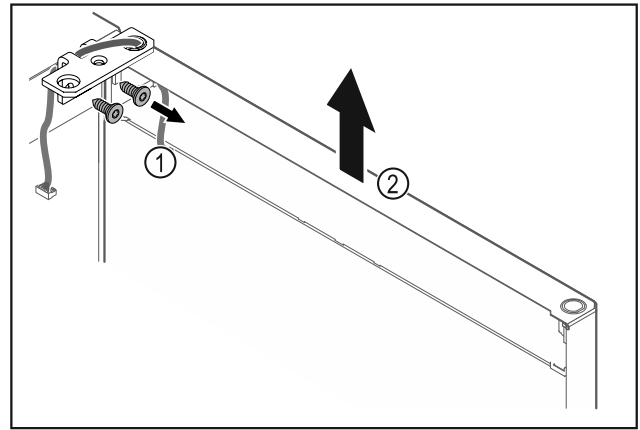

Fig. 17
- Skruva av gångjärnsfästet Fig. 17 (1).
- Lyft dörren rakt uppåt med gångjärnsfästet Fig. 17 (2) ca 200 mm och ta av den.